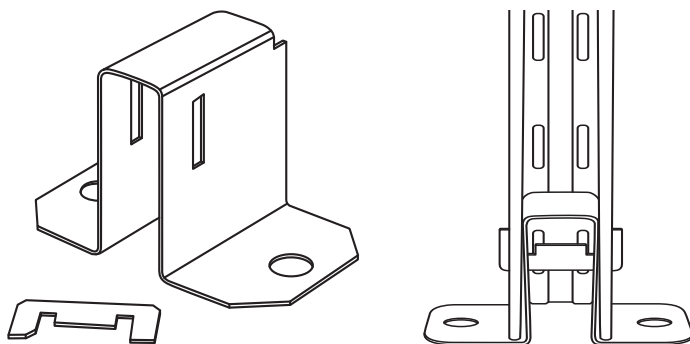

Рис. 22. Подпятник для крепления к полу.
1) Крепление к полу с помощью подпятников ГТС в комплекте со скобой. Данный элемент необходим для крепления стеллажа ГТС к полу и предотвращения нежелательного перемещения. Установка подпятника в стойку производится без применения крепежа. Подпятник устанавливается в основание стойки ГТС и фиксируется скобой через перфорацию в стойке и подпятнике (рис. 22).